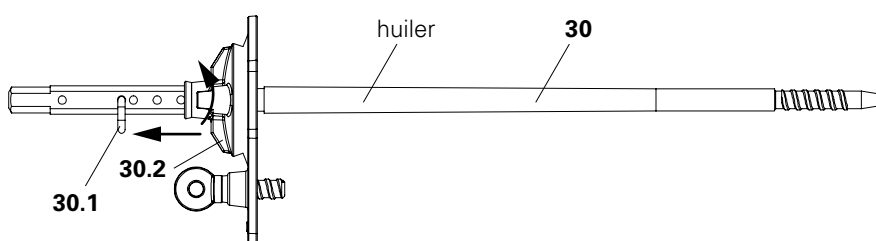

Fig. A5.05
2. Tourner l'écrou (30.2) vers la goupille de sécurité. (Fig. A5.05)
3. Huiler l'ancrage MX 15 (30), par exemple avec l'agent de démoulage du béton PERI Bio Clean.